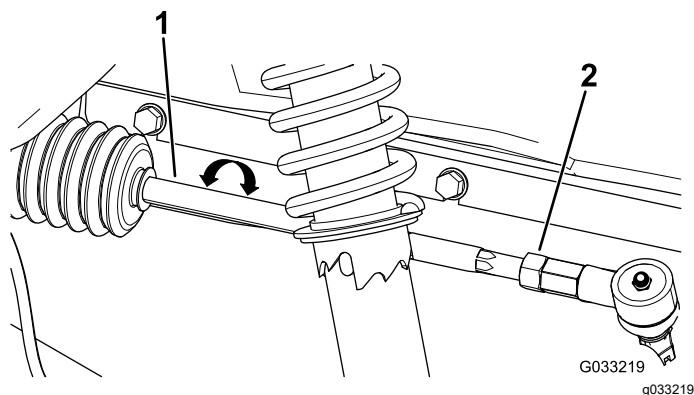

図 48
2. 前後の測定値の差が所定範囲0-6 mmにならない場合は、タイロッドの外側端部にあるジャムナットをゆるめて調整を行う図 48。